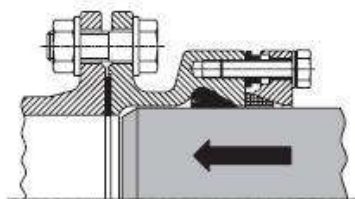

Bild 3
3. Rohr in die gefettete Muffe bis zum Anschlag einschieben (siehe Bild 3)